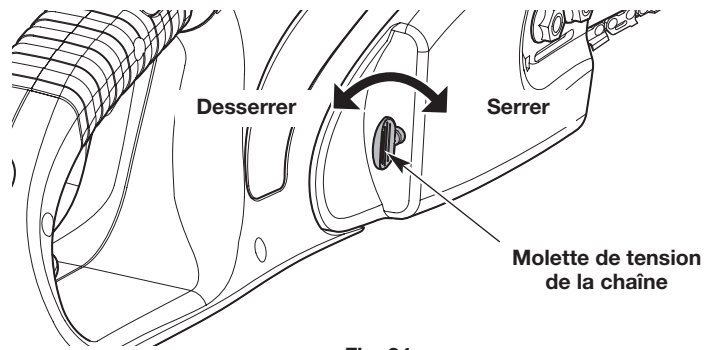
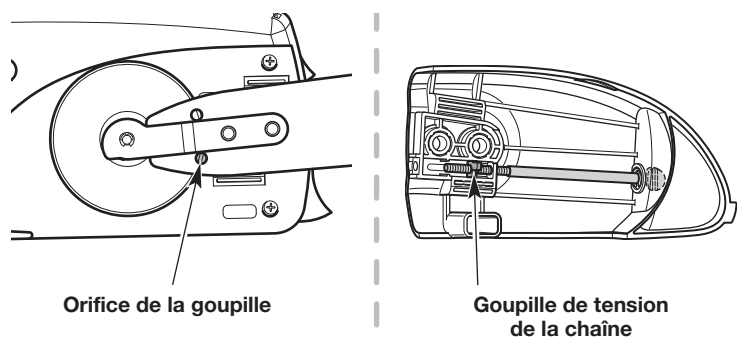

Fig. 24
Fig. 30
2. Retenir le nez de la barre de guidage et tourner la molette de tension de la chaîne (Fig. 24).
7. S'assurer que le goujon de tensionnement de la chaîne se trouve dans l'ouverture du goujon sur la barre de guidage (Fig. 30). Au besoin, tourner la molette de tension de la chaîne pour avancer le goujon de tension (Fig. 24).